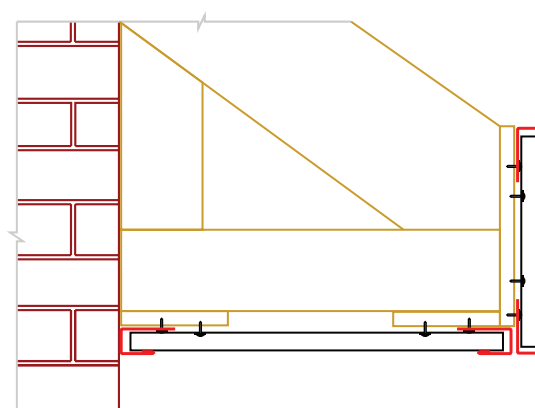

Рис. 21
- В случае, когда капельник не используется, установите по верхней линии лобовой доски дополнительный J-профиль 18 мм. (Рис.21)